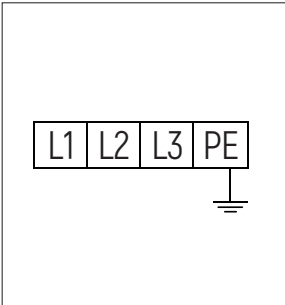

図6
- 電源線の接続: 400V 三相四線式電源線 (3×2.5MM² + 1×1.5MM² ケーブル) をコントロールパネル L1、L2、L3 及び引込線の端子に接続し、PE アース線は接地表示ボルトに接続し、また両テーブルの底の接地表示ボルト (図6を参照) に接続します